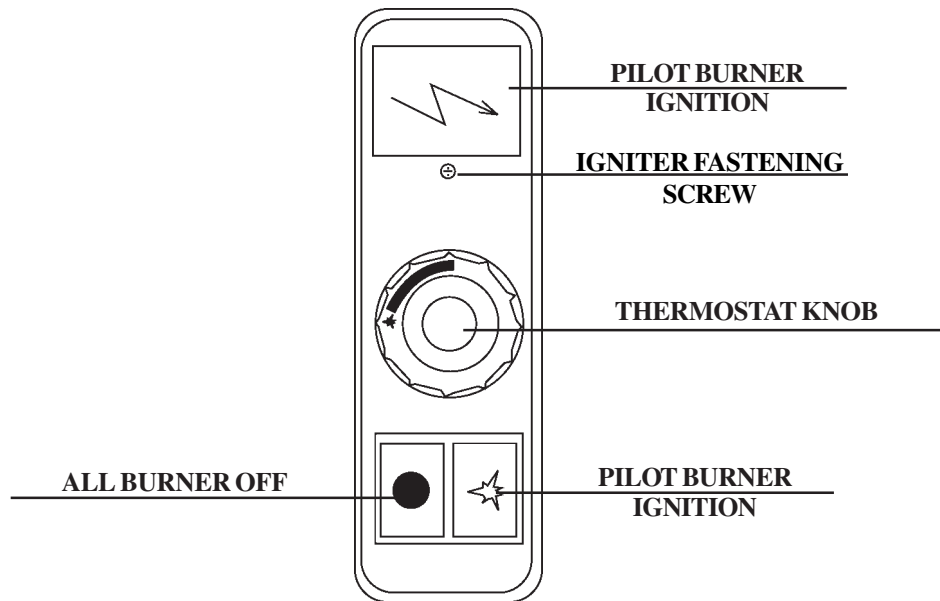

Fig. 9
5.1 IGNITING THE PILOT (FIG. 9)